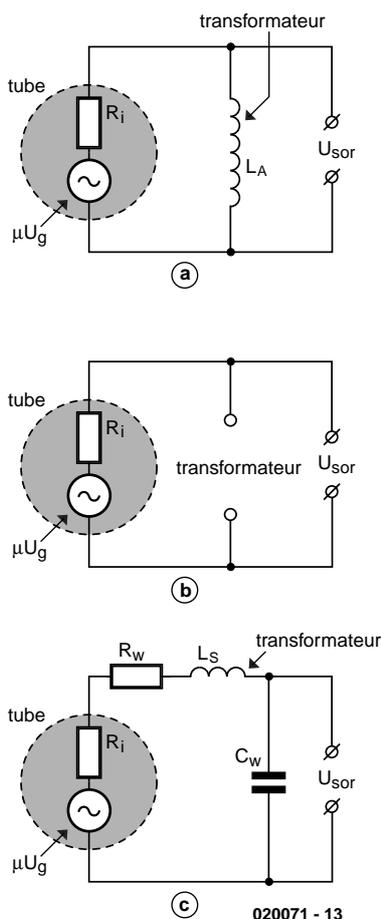

Figure 3. Schéma de substitution d'un transformateur de sortie.
En **figure 3** nous vous proposons un transformateur piloté par un tube à électrons. En **figure a** nous sommes en présence d'une fréquence très faible. La self-induction primaire du transformateur doit être élevée en vue de limiter le courant et générer un flux magnétique suffisant sans pour autant entrer en saturation.
Revenons à notre transformateur de sortie (**figure 3**). L_S et C_W constituent également une boucle de résonance et lors d'un dépassement de la fréquence de résonance de fuite on constate des sauts de phase important pouvant entraîner une instabilité de l'amplificateur. Dans la dite plage de fréquences il faut, dans le cas d'un amplificateur à contre-réaction, que le gain en boucle ouverte ait diminué suffisamment pour que le produit gain x contre-réaction ($A \times \beta$) soit inférieur à l'unité (1).